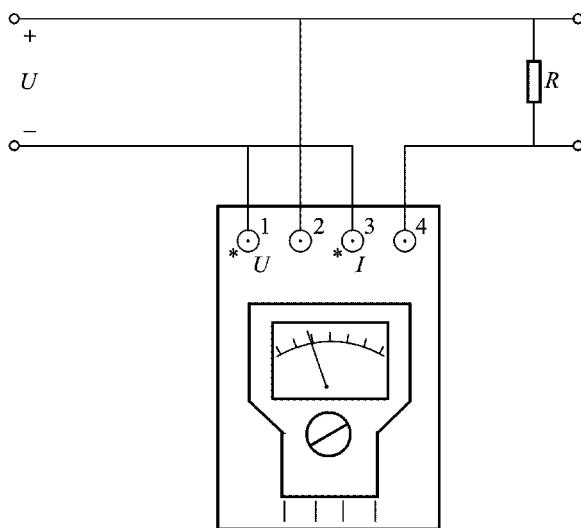

图 1-8 功率表测功率
2. 电功率是利用功率表进行测量的, 其测量线路如图 1-8 所示。